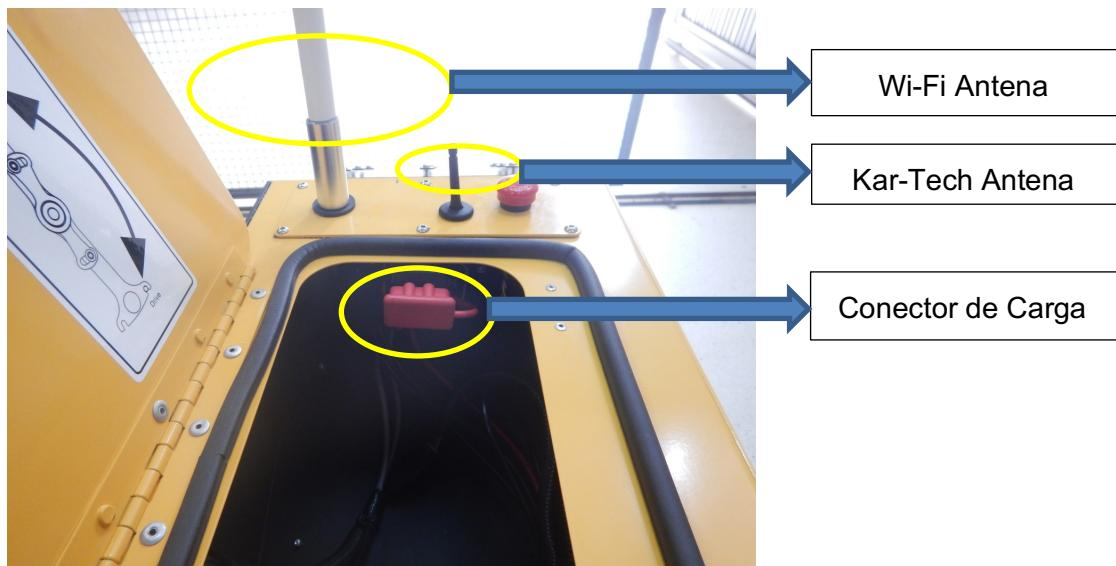
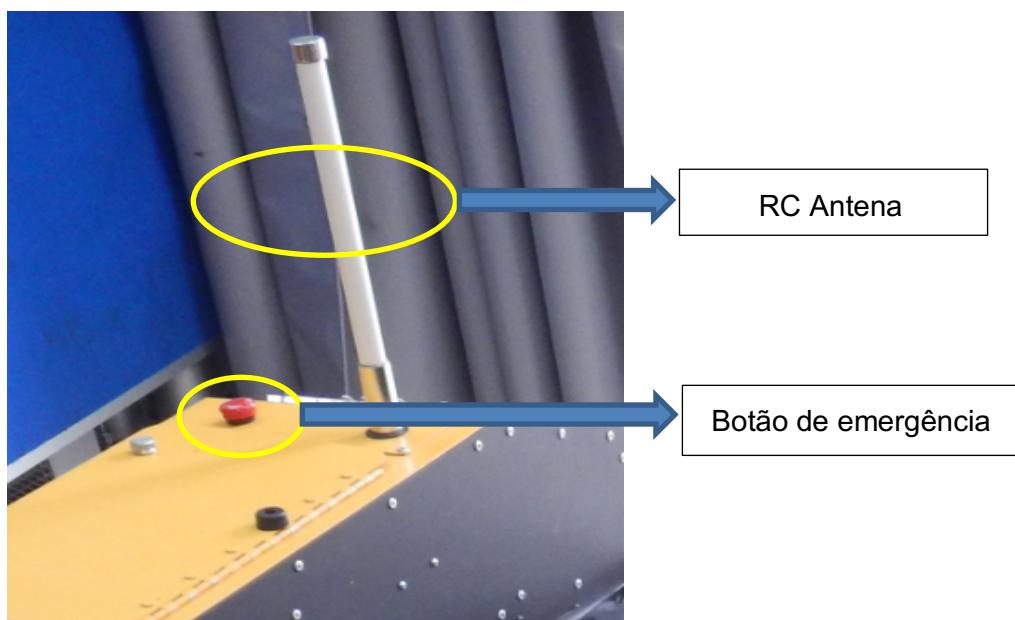

Figura 9 – Detalhe dos componentes na lateral esquerda
Figura 10 – Detalhe dos componentes na lateral direita
Na área externa das laterais estão as antenas de comunicação e botões de emergência (Figura 9 e figura 10).
- Controle remoto FUTABA: O controle remoto Futaba (Figura 17) é responsável pela manobra do Warthog. Através dele definimos sentido, direção e velocidade de funcionamento do veículo. Trabalha em conjunto com o receptor que esta dentro do chassis do veículo e se comunica através da antena externa (Figura 10).
- Certifique-se que ao menos um dos botões de emergência do Warthog (Figura 10) esteja pressionado.
- Desative os botões de emergência (Figura 10). Para desativar ele deve ser girado.